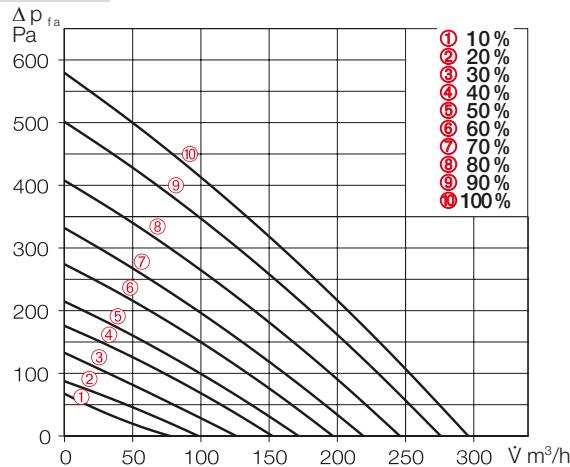
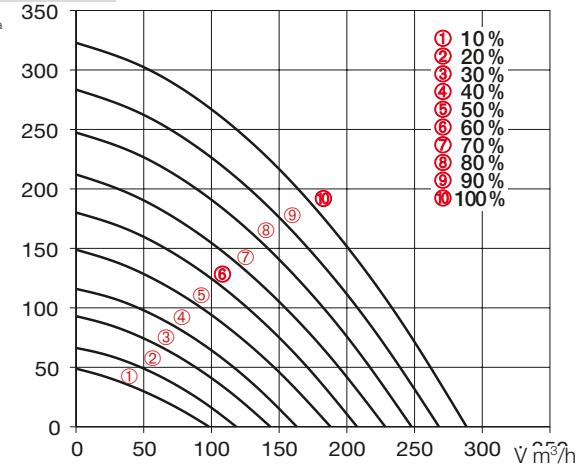

Abb. 23
Abb. 24
① Die Einregulierung ist exemplarisch am Beispiel des Gerätes KWL 360 W dargestellt. Alle Messungen und Einstellungen müssen individuell an das vorliegende Gerät angepasst werden.
4. Die ermittelten Differenzdrücke der Zu- und Außenluftmessung in die Kennlinie des Gerätes für Zuluft (s. Abb. 23 bzw. Abb. 24), entsprechend der im Lüftungsprofil hinterlegten Ventilatorleistungen, eintragen (vgl. Abb. 26 und Abb. 27).
5. Die ermittelten Differenzdrücke der Ab- und Fortluftmessung in die Kennlinie des Gerätes für Abluft (s. Abb. 23 bzw. Abb. 24), entsprechend der im Lüftungsprofil hinterlegten Ventilatorleistungen, eintragen (vgl. Abb. 26 und Abb. 27).